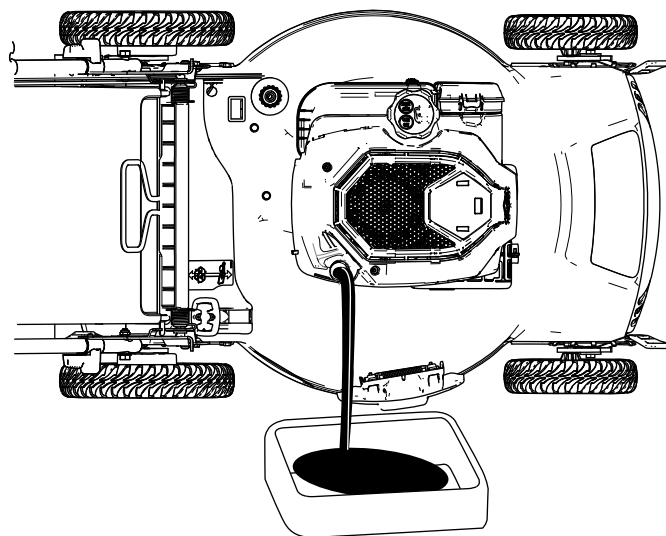
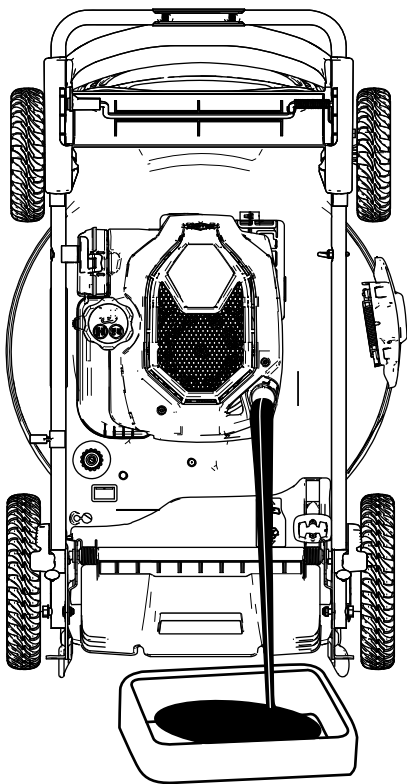

Figura 27
Figura 28
4. Coloque la máquina de lado (con el filtro de aire hacia arriba) para drenar el aceite del tubo de llenado de aceite (Figura 27) o ponga la máquina en la posición vertical de almacenamiento (Figura 28).